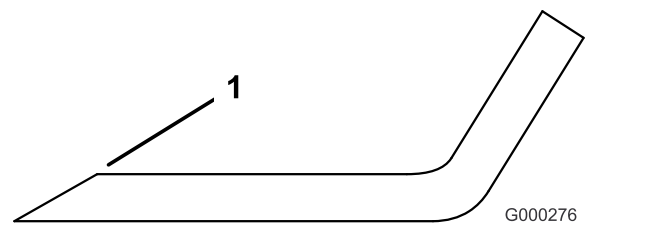

Bild 26
- Prüfen Sie die Schnittkanten aller Messer und schärfen die Kanten, wenn sie stumpf sind oder Kerben haben (**Bild 26**).
Hinweis: Schärfen Sie nur die Oberseite der Schnittkante und behalten Sie den ursprünglichen Schnittwinkel bei, um die Schärfe des Messers zu gewährleisten (**Bild 26**). Das Schnittmesser bleibt ausgewuchtet, wenn von beiden Schnittkanten die gleiche Materialmenge entfernt wird.